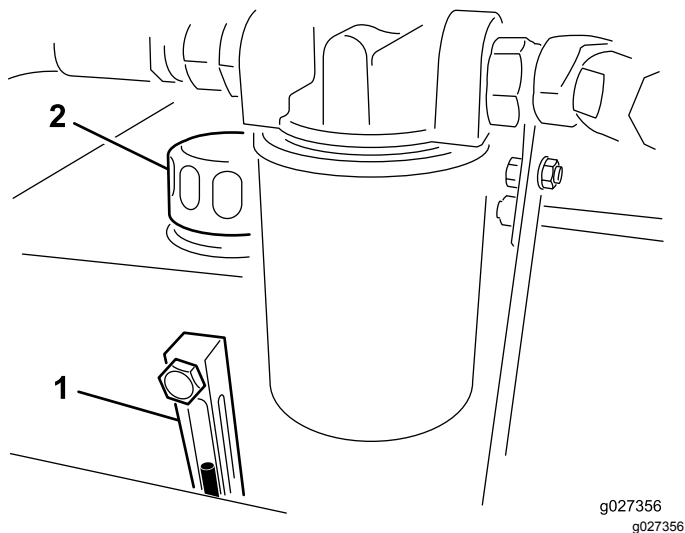

Bild 12
2. Prüfen Sie den Ölstand am Schauglas (Bild 12).